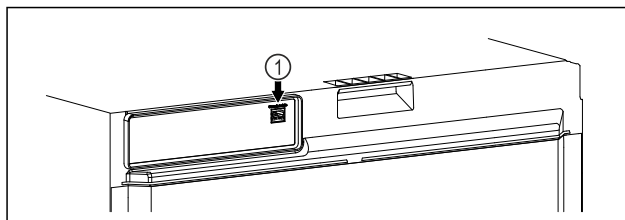

Fig. 114
- SmartModule Fig. 114 (1) è inserito.